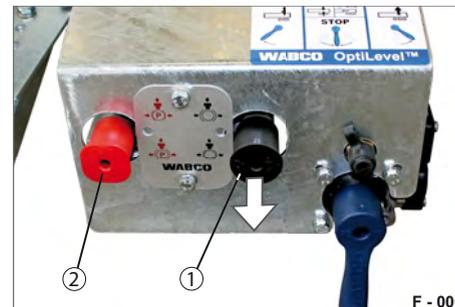

Abb. 10 Bedienkonsole
- ▶ Drücken Sie das Löseventil (Abb. 10/1). Die Betriebsbremse öffnet sich. Anhänger ist ungebremst. Sie können mit dem Anhänger rangieren.
- ▶ Ziehen Sie das Löseventil (Abb. 10/1). Die Betriebsbremse schließt sich. Beim Wiederankuppeln der Vorratsleitung wird das Löseventil automatisch auf Betriebsstellung geschaltet.